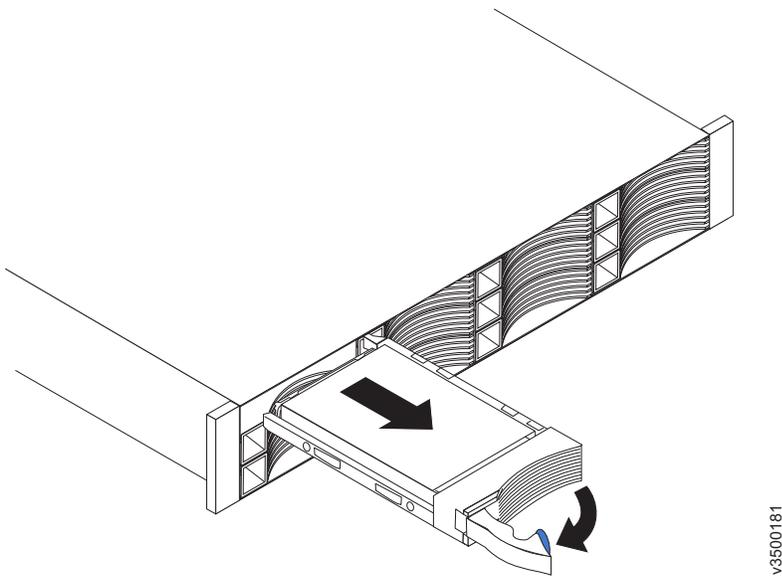

Figura 94. Desbloqueando e removendo uma unidade de 3,5 polegadas de seu slot
5. Puxe a alça da bandeja para a posição aberta (consulte Figura 94 na página 344).